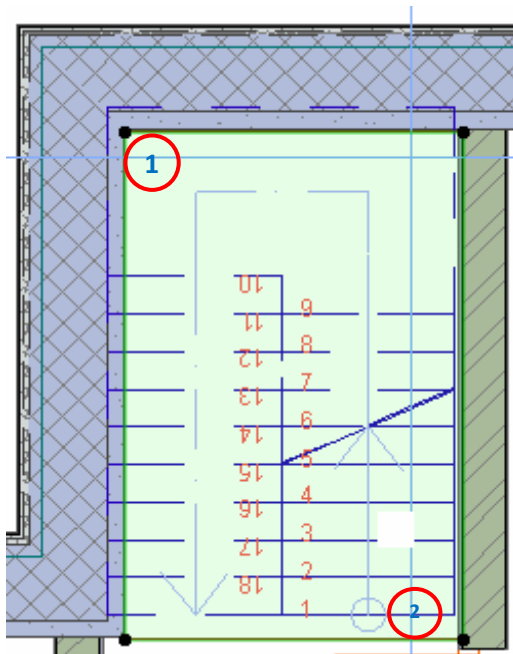

Рис. 92
4. Создайте инструментом **Перекрытие** ООЭ-тело последовательными щелчками в точках 1 и 2 диагонали лестничной клетки, которые определяют диагональ прямоугольника перекрытия (рис. 92).